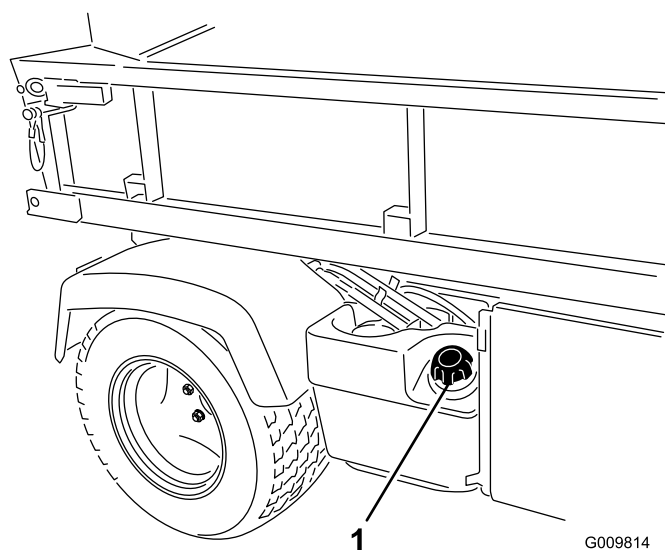

Figura 17
2. Retire o tampão do depósito de combustível (Figura 17).